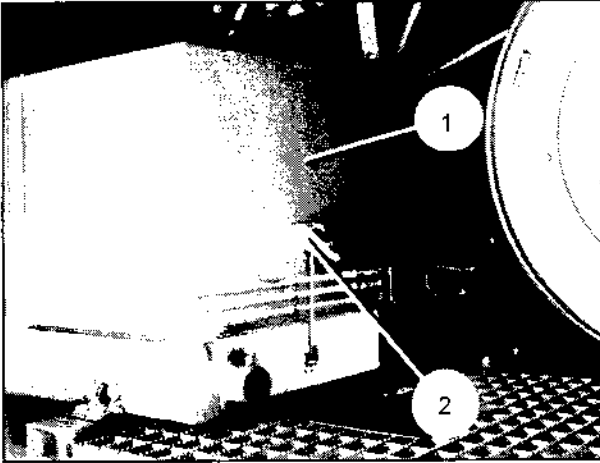

Bild 66
6. Verschluss (Bild 66/2) der Schutzhaube (Bild 66/1) öffnen und Schutzhaube hochklappen.